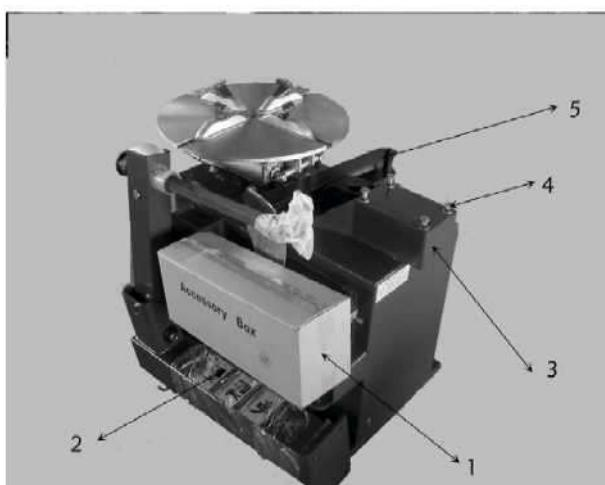
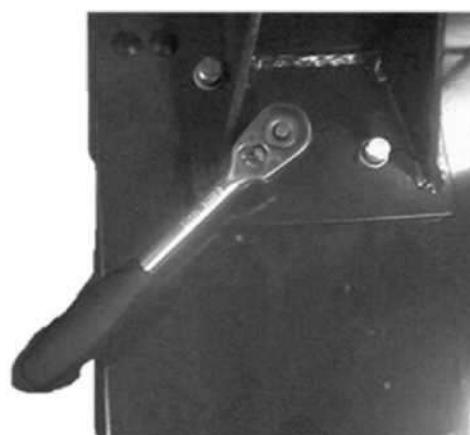

Рис. 4-1
Рис. 4-2
Снимите коробку и достаньте коробку с аксессуарами (1) нож отрыва кромки шины (5) и стойку в сборе (2) (см. рис. 4-1). Зафиксируйте корпус. Открутите винты с шестигранной головкой (4) на корпусе, снимите пружинную и плоскую шайбы.
Установите снятые болты, пружинную и плоскую шайбы (рис. 4-1) обратно. Затяните болты с усилием 70 Н·м (рис. 4-2), используя динамометрический гаечный ключ.